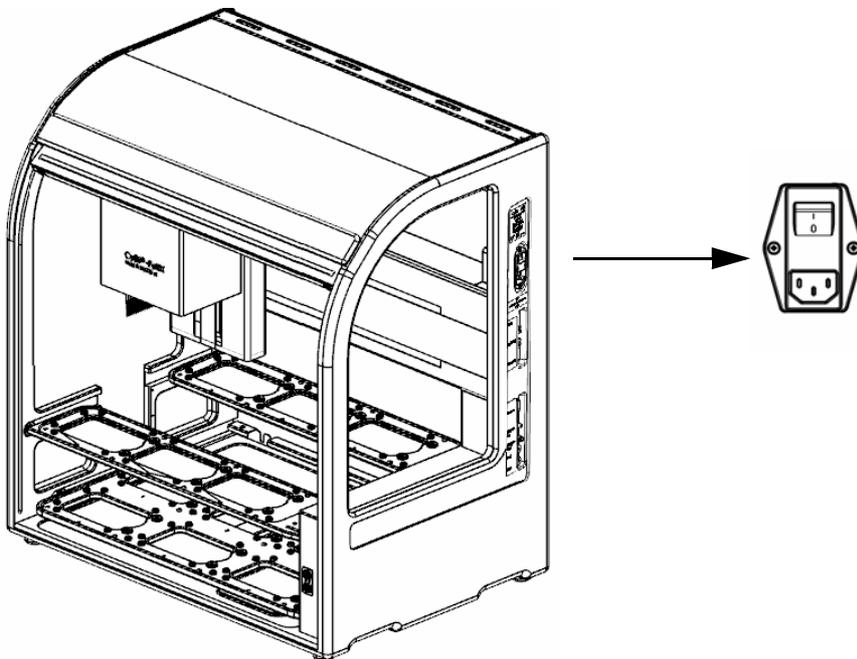

Abb. 18: Ein-/Ausschalter
3. Schalten Sie den Ein-/Ausschalter (an der rechten Geräteseite) in Stellung "I" (→ Abb. 18).